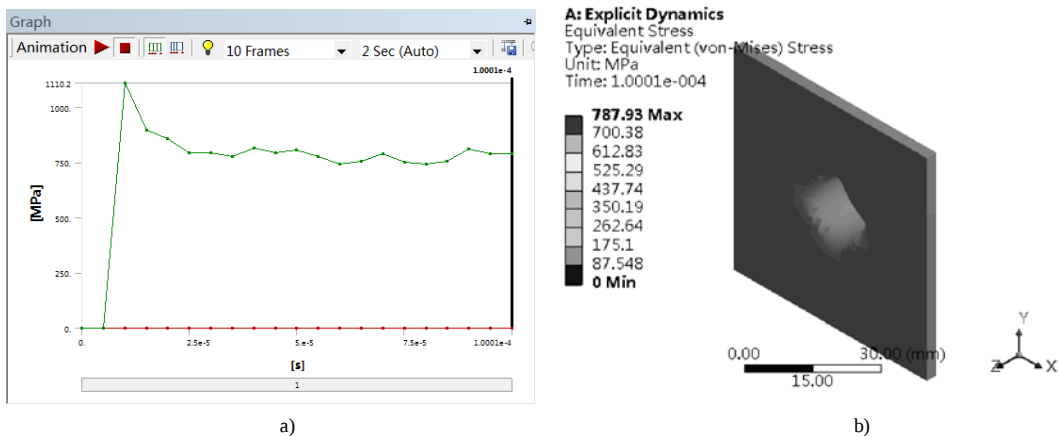

图 15-19 等效应力结果
7) 在 Outline 树结构图中的 “Equivalent Stress” 上右击, 在弹出的快捷菜单中选择 “Evaluate All Results”, 此时进行求解, 求解后得到的等效应力结果如图 15-19 所示。